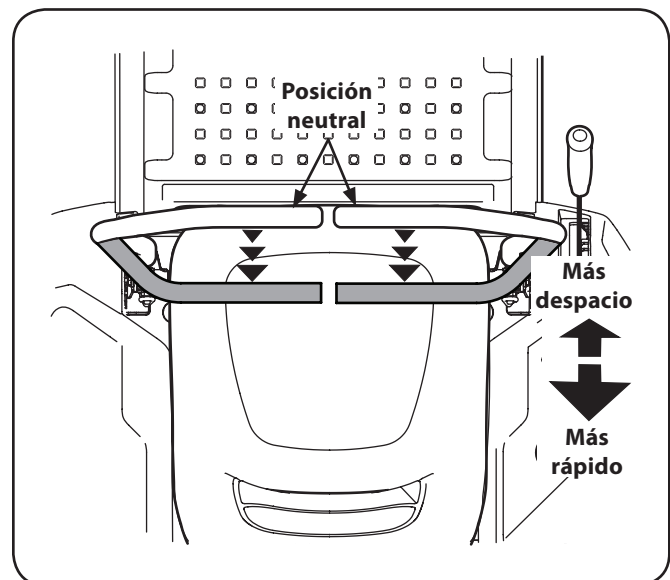

Figura 5-6
1. Mueva las dos palancas de control lenta y suavemente hacia atrás. El tractor comenzará a moverse hacia atrás. Vea la Figura 5-6.